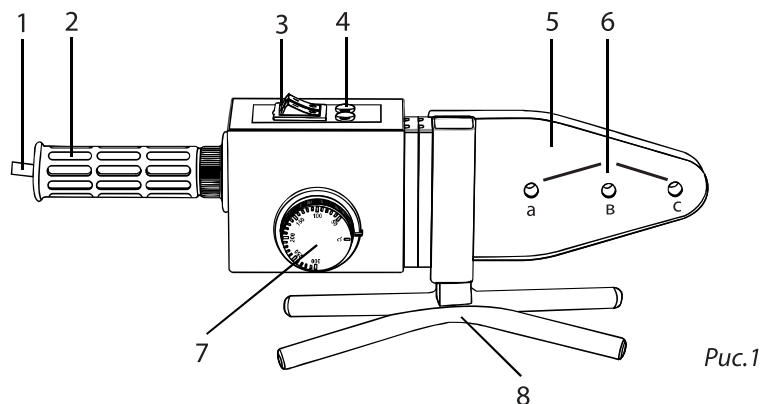

Рис. 1
УСТРОЙСТВО (Рис. 1)
3.1. Из кейса извлеките аппарат АСПТ и установите его на подставку (8), как показано на Рис.1.